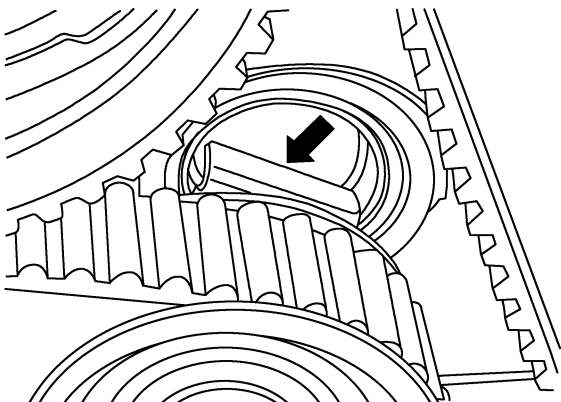
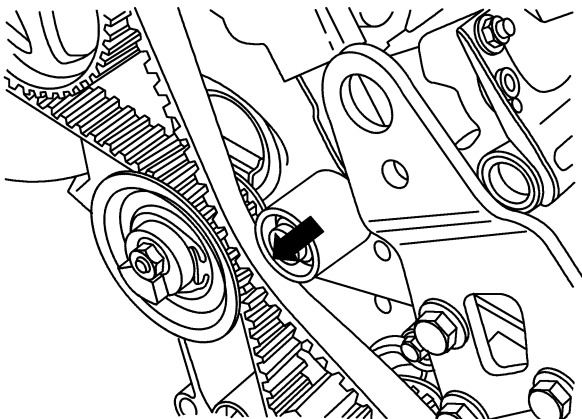

图 1-3-8 气缸盖中张紧带轮的正确安装位置
图 1-3-7 安装正时带
(2) 如图 1-3-7 所示,将正时带按张紧轮、凸轮轴正时齿轮、冷却液泵,最后为导向轮的顺序进行安装。注意:如图 1-3-8 所示,气缸盖中张紧带轮的正确安装位置。